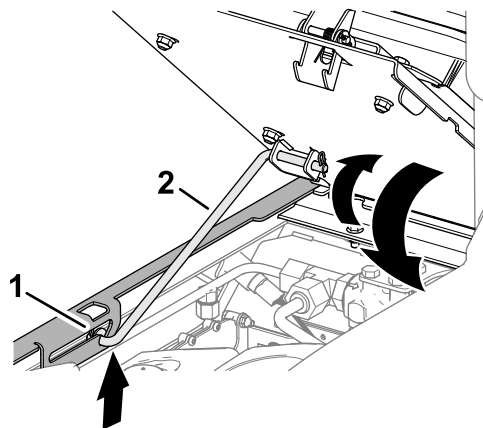

Figure 64
1. Faites pivoter le siège légèrement et sortez la béquille du cran dans la fente de blocage du support du siège (Figure 64).